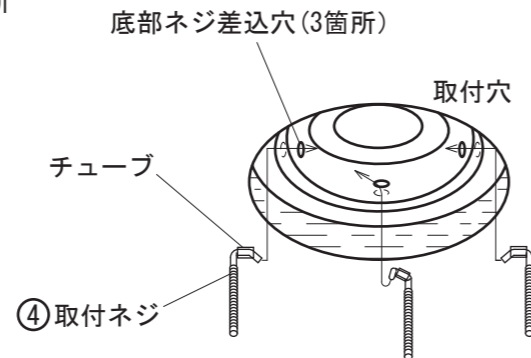

図4 (カウンター裏面より)
- 3) カウンター裏面より取付穴からボウル裏面の底部ネジ差込穴へ④取付ネジ(チューブ付)のフック部を計3箇所引っ掛けます。(図4参照)